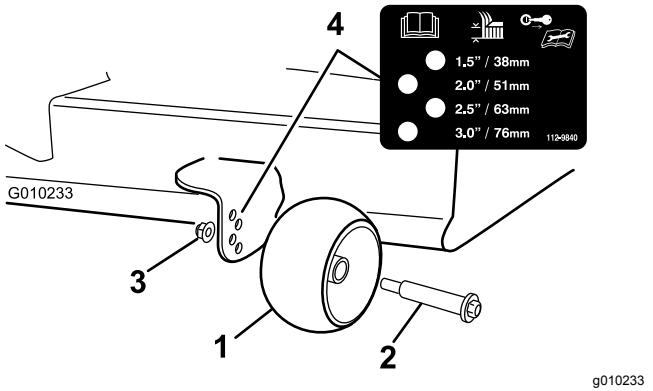

Figura 28
- Ajuste los rodillos protectores del césped según se muestra en Figura 28 a la posición de altura de corte más próxima.